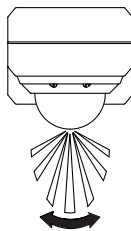

Fig. 1B
- L'area di monitoraggio del sensore di movimento può variare leggermente a seconda dell'altezza e del luogo di montaggio, nonché della temperatura ambiente. Prima di scegliere il punto in cui installare il sensore di movimento, tenere conto del fatto che il sensore reagisce con maggiore sensibilità ai movimenti che attraversano trasversalmente l'area di monitoraggio (vedi fig.1B), rispetto ai movimenti che si dirigono direttamente verso di esso o che da esso si allontanano (vedi fig. 1C).